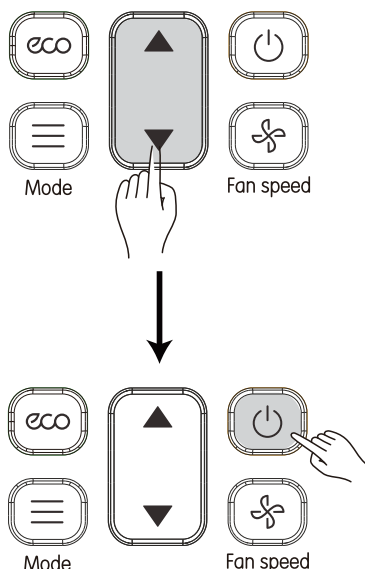

Abb. 4.5
② Mit ▲ und ▼ stellen Sie den Parameterwert ein;
③ Drücken Sie nach beendeter Einstellung auf  oder warten Sie fünf Sekunden auf die Speicherung des Parameterwerts. In Abbildung 4.5 sehen Sie die Tastendruck-Abfolge.